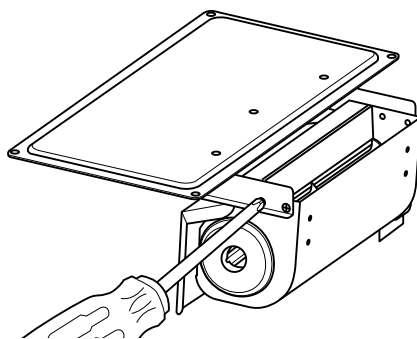

Figura 11 - Colocación de ensamblaje del soplador de al panel de acceso del del soplador
2. Montar ventilador en el panel de acceso del soplador (consulte la Figura 11).